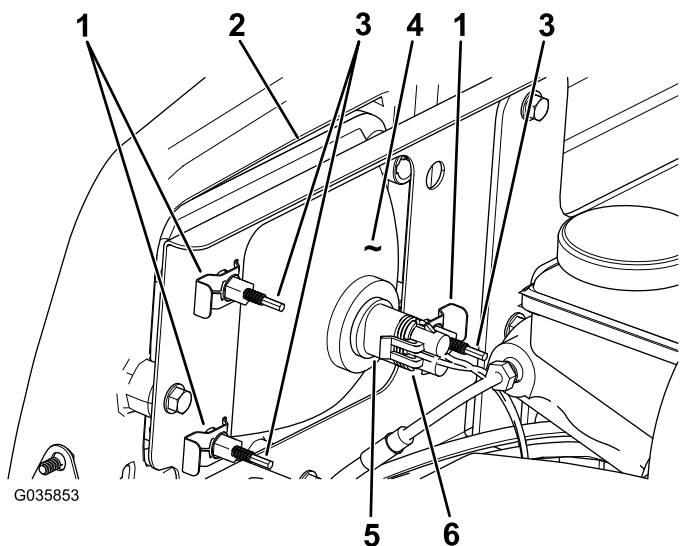

Figure 50
8. Branchez le connecteur électrique de faisceau sur le connecteur de l'ampoule (Figure 50).
3. Débranchez le connecteur électrique de faisceau du connecteur du phare (Figure 50).
4. Déposez les clips rapides qui fixent le phare à son support (Figure 50).
5. Sortez le phare en le déplaçant vers l'avant à travers l'ouverture dans le pare-chocs avant (Figure 50).
6. Montez le phare neuf par l'ouverture dans le pare-chocs (Figure 50).